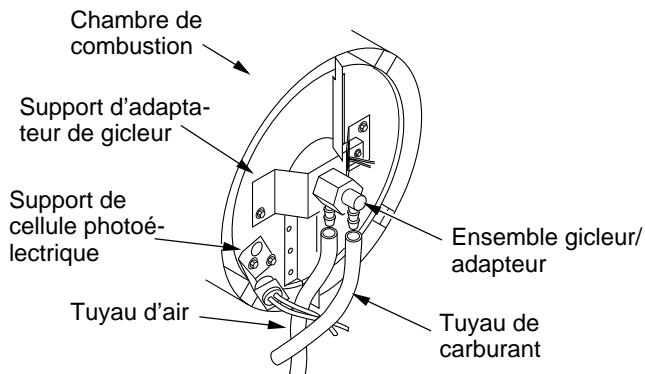
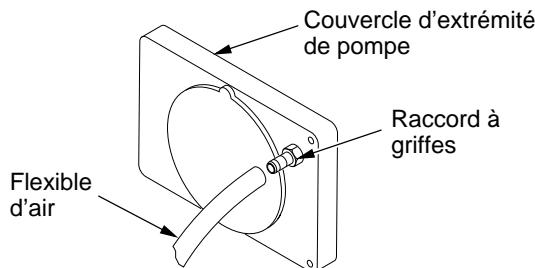

Figure 17 - Dépose des flexibles des conduites de combustible et d'air (modèle GK20)
Figure 21 - Flexible d'air au raccord à griffes
14. Remettre la cellule photoélectrique dans son support. Acheminer les fils comme illustré à la figure 17 ou 18, page 11.
3. Enlever les flexibles des conduites de combustible et d'air du gicleur (voir figure 17 ou 18).
4. Vérifier que les flexibles des conduites de combustible et d'air ne sont ni fendillés ni troués. Si le flexible de combustible est endommagé, le débrancher de l'adaptateur de gicleur (voir figure 17 ou 18, page 11) et du filtre à combustible (voir page 8). Si le flexible d'air est endommagé, le débrancher de l'adaptateur de gicleur (voir figure 17 ou 18, page 11) et du raccord à griffes du couvercle d'extrémité de la pompe (voir figure 21).
5. Installer une conduite d'air et/ou de combustible neuve. Raccorder une extrémité du flexible d'air au raccord à griffes du couvercle d'extrémité de la pompe (voir figure 21) et l'autre à l'adaptateur de gicleur (voir figure 17 ou 18, page 11). Raccorder une extrémité du flexible de combustible au filtre à combustible (voir page 8) et l'autre à l'adaptateur de gicleur (voir figure 17 ou 18, page 11).
Pour les modèles GK20, acheminer les conduites de combustible et d'air à peu près comme illustré à la figure 17, page 11.